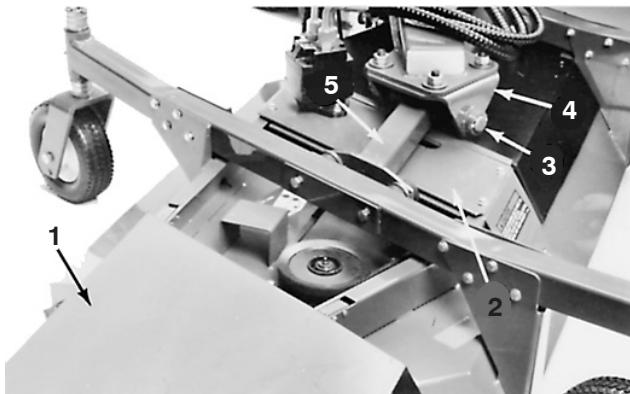

Figure 71
3. Retirez les vis à tête à embase qui fixent la plaque du boîtier d'engrenages au plateau de coupe. Pour séparer l'ensemble plaque et moteur d' entraînement du plateau de coupe, tournez l'extrémité de la plaque vers le groupe de déplacement (Fig. 71). Inclinez l'ensemble plaque, moteur et poulie sur le côté et déposez-le du plateau de coupe. Veillez à ne pas plier, tordre, déformer ou endommager les flexibles hydrauliques.
4. Retirez le contre-écrou de fixation de l'axe de pivot dans la chape et la barre de levage (Fig. 71).